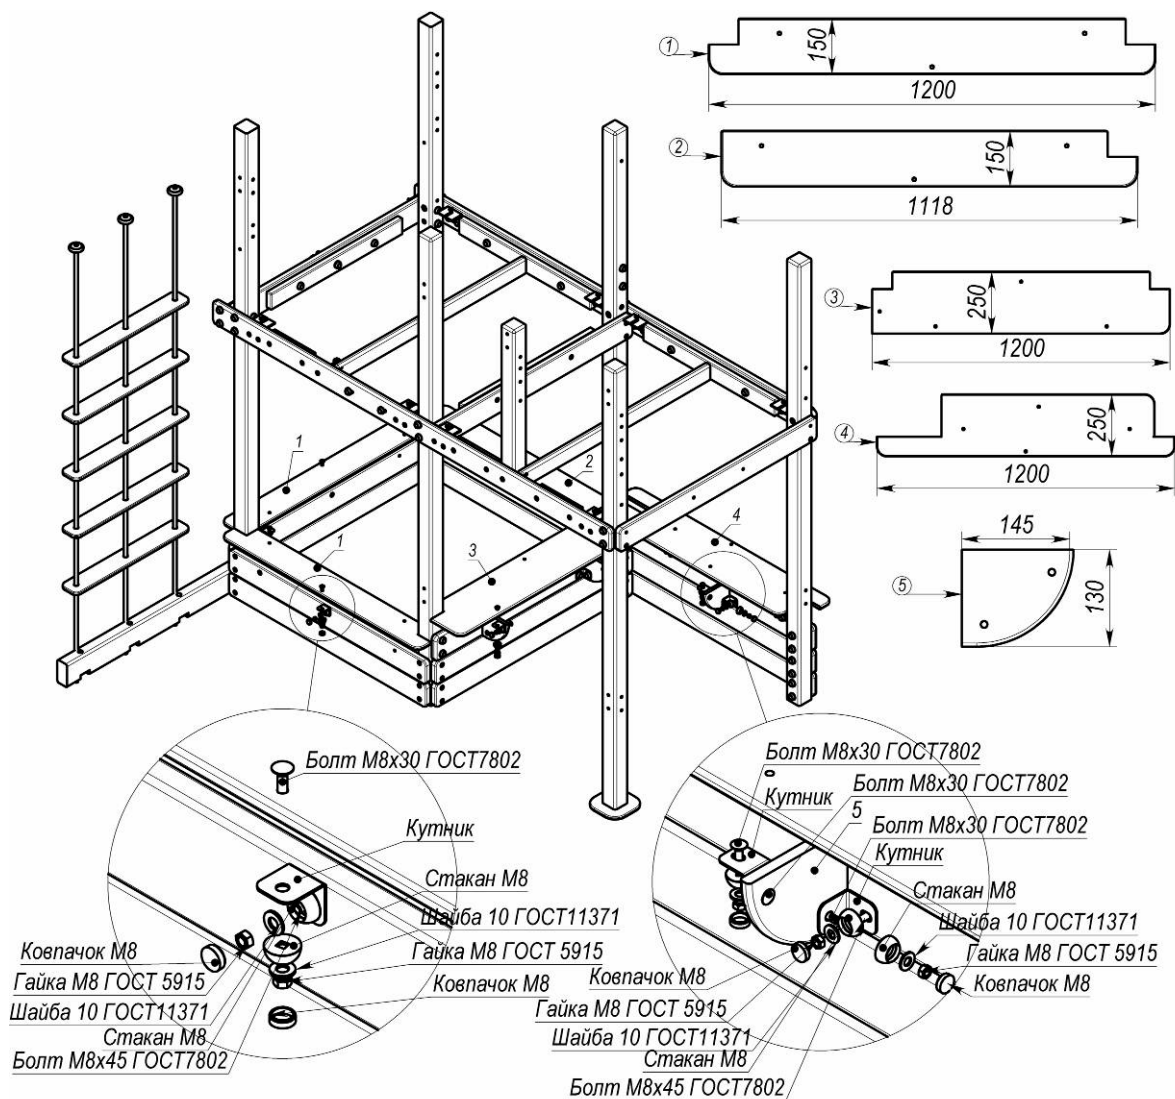

Рисунок 4 «Схема збирання пісочниці та канатної драбини»
- 7) До зібраної опорної частини встановити канатну драбину шляхом закріплення на канатах дощок 15х100х700 мм із шагом 300 мм. Також за допомогою кутників, болтів М8х30 та М8х45 ГОСТ 7802, шайб 10 ГОСТ 11371, гайок М8 ГОСТ 5915, стаканів та ковпачків М8 розмістити сидіння пісочниці та сидіння стола. Останні з метою забезпечення додаткової жорсткості встановити на ребра (рис.4). Болтами М8х45 ГОСТ7802 кріпити до дощок (товщина дощок – 29 мм).